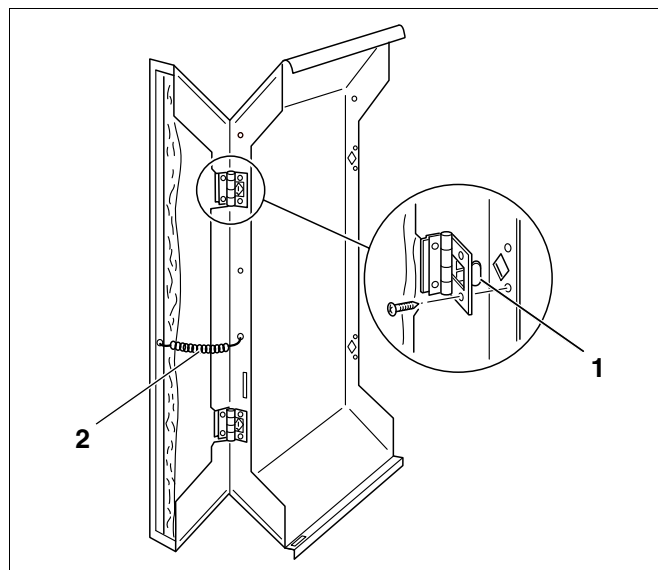

Fig. 48 Montage - volets rabattables de la paroi latérale
- Accrocher les crochets des charnières (fig. 48, **pos.1**) du volet dans l'encoche de la paroi latérale avant et fixer à l'aide de vis Parker.
- Accrocher le ressort de tension (fig. 48, **pos. 2**) dans la paroi latérale et dans le volet rabattable.